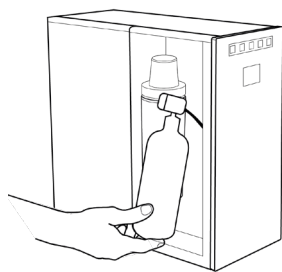

Fig. 1-14
42.4 – Estrarre la bombola del gas dallo scomparto interno, facendo attenzione a non danneggiare il tubo in plastica connesso al riduttore di pressione della bombola vedi Fig. 1-14.